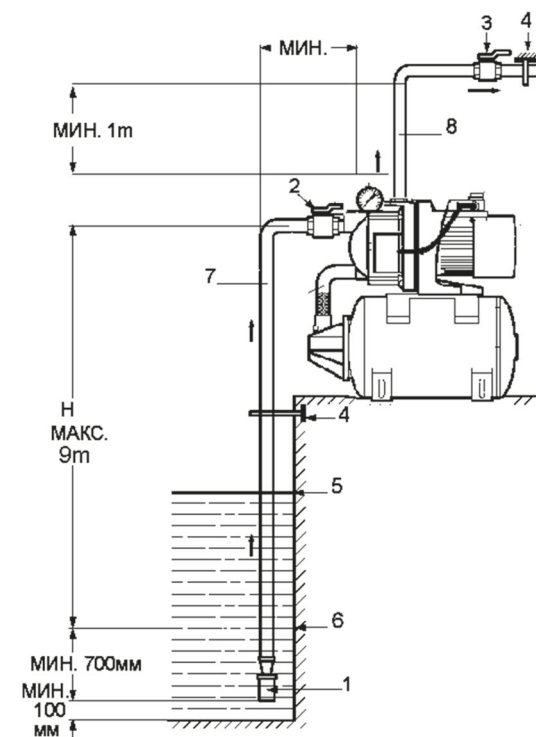

рис. 2
Использование насосной станции в режиме всасывания при заборе воды из колодца или резервуара (рис. 2).
2. Закройте задвижку напорного трубопровода (рис.2-п.3).
4. Завинтите по направлению (+) гайку (A) до упора.
5. Отвинтите по направлению (-) и снимите гайку (B).
9. Медленно отвинтите гайку (A) по направлению (-) до щелчка: вы установили давление включения.
10. Завинтите гайку (B), не обращая внимания на возможный щелчок.